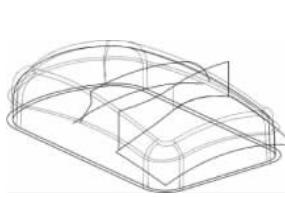
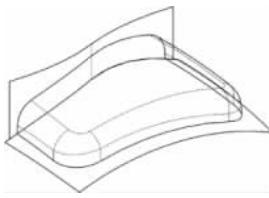

图 3-46 创建偏置曲面
图 3-47 修剪偏移片体
(37) 选取实体表面,输入偏置距离为 2mm,单击“反向”按钮 ,使箭头朝里,单击“确定”按钮,创建偏置曲面,如图 3-46 所示。
(38) 选取主菜单中“格式|图层设置”命令,在【图层设置】对话框中取消勾选“ 1”。
(39) 在主菜单中选取“插入|修剪|修剪片体”命令,选取偏置曲面为目标片体,拉伸曲面和扫掠曲面为边界片体,在【修剪片体】对话框选取“ 保留”,单击“确定”按钮,修剪偏移片体,如图 3-47 所示。